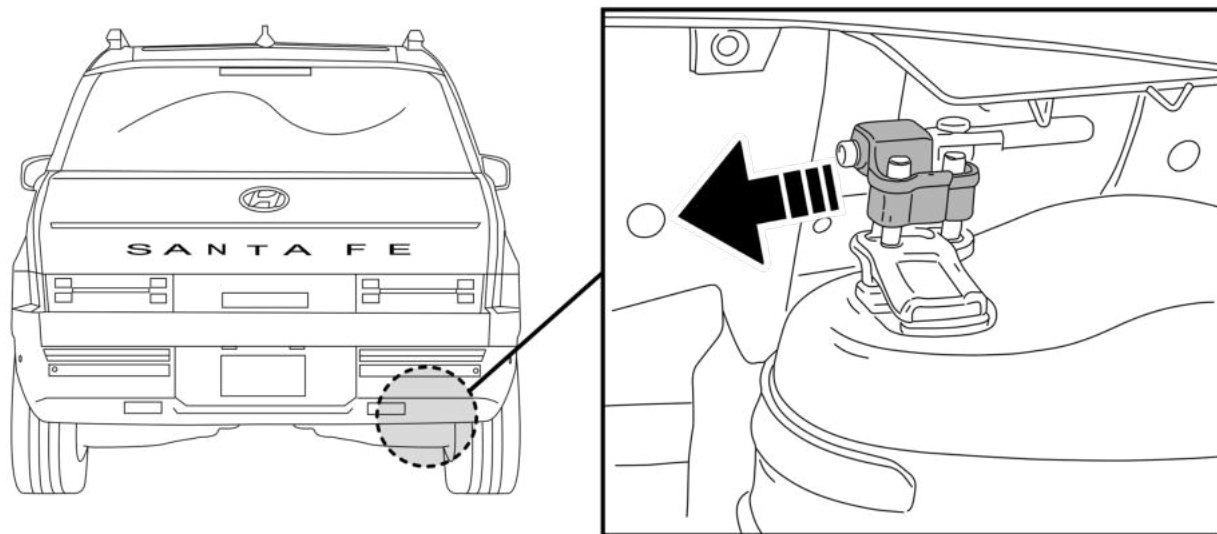

Fig. 2
2. Вынуть выхлопную трубу из крайних резиновых колец для подвески. См. рисунок 2